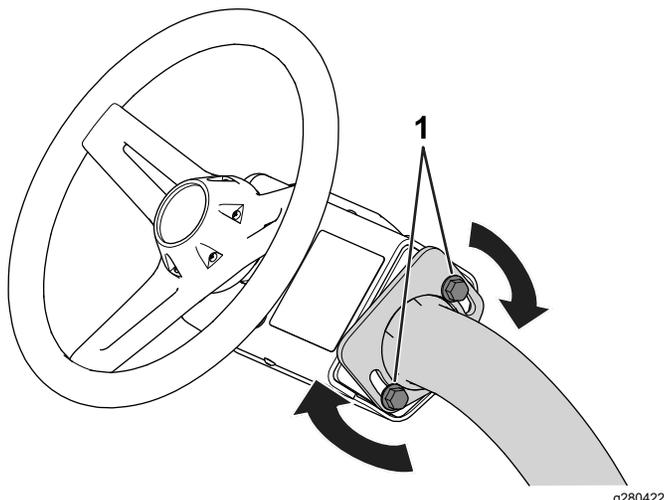

Рисунок 26
1. Ослабьте болты (Рисунок 26) крепления узла рулевого колеса к рулевой сошке.
3. Затяните болты (Рисунок 26), чтобы закрепить узел рулевого колеса в отрегулированном вами положении.